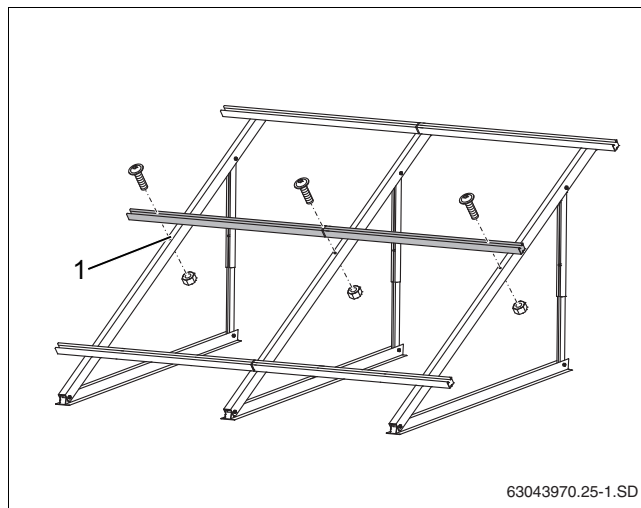

Рис. 35 Установка дополнительных профильных реек
- ▶ Закрепите дополнительные профильные рейки, как описано в Глава 5.5.2 „Монтаж профильных реек“, в центральном отверстии профиля (рис. 35, [1]).